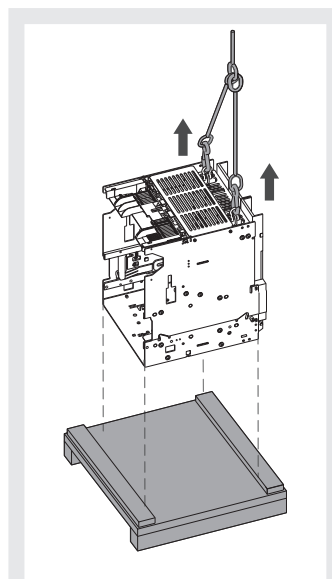

Figure 17
1. Soulever la partie fixe de la base de l'emballage avec les deux crochets fournis en équipement de la partie fixe. Voir Figure 17.